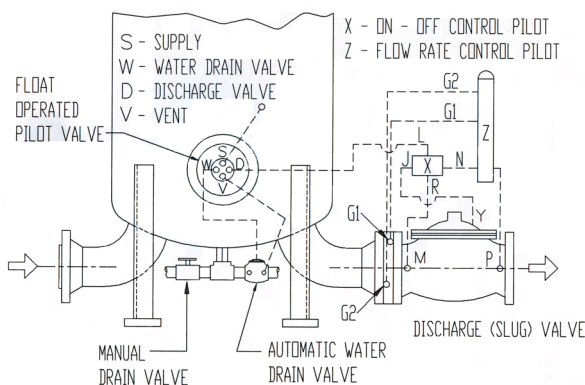
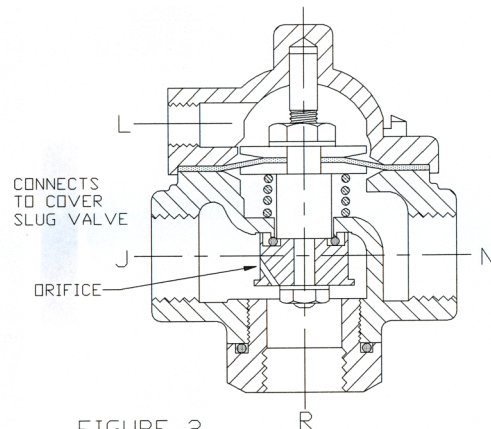

FIGURE 1
FIGURE 2
En la Fig. 1, se muestran dos válvulas piloto, X y Z. X es una válvula Abrir-Cerrar y la otra (Z) controla el flujo. Watts*, Smith y Oil Capital fabrican válvulas piloto Abrir-Cerrar que son similares. Cada una requiere una señal de presión para hacer que la válvula slug abra. Un piloto de este tipo se muestra en la Fig. 2 en la posición de cerrado. Note: que la presión desde puerto M de suministro se dirige a Y, la tapa de la válvula slug, para cerrarla. En otras palabras, la presión en M va a través del puerto R, después al puerto J y al puerto Y en la tapa. Si el control de presión de la válvula piloto operada con flotador se aplica en el puerto L para abrir el piloto Abrir-Cerrar, la tapa de la válvula slug se ventea a través de los puertos Y, J y N del piloto Abrir-Cerrar hacia el puerto P. Entonces la válvula slug abre porque la presión en la entrada del sistema en M es mayor que la presión de salida en P.
El sistema Cal-Val es exactamente lo mismo, excepto que el piloto Abrir-Cerrar (Fig. 4) trabaja a la inversa del de la Fig. 2. En la posición mostrada, el control de presión está aplicado en L. El suministro de presión en R pasa por J y directamente a la tapa de la válvula slug a través de del puerto Y para bloquear el flujo de combustible a través de de la válvula principal (slug). Para abrir la válvula slug, L deberá ventearse de manera que la presión en R liberará al diafragma y cierra el puerto H. Entonces el orificio suministra flujo "piloto" y todas las otras funciones son las mismas ya descritas para las otras marcas. La tapa de la válvula slug se ventea a través del puerto J hacia N y después a P.